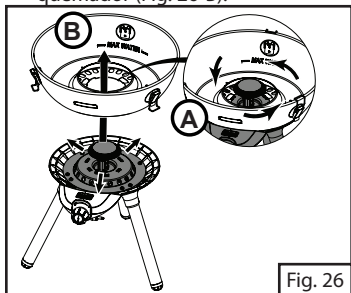

Fig. 26
5. Retire la bandeja de agua girándola en sentido antihorario (Fig. 26-A) hasta liberarla de la base del quemador (Fig. 26-B).